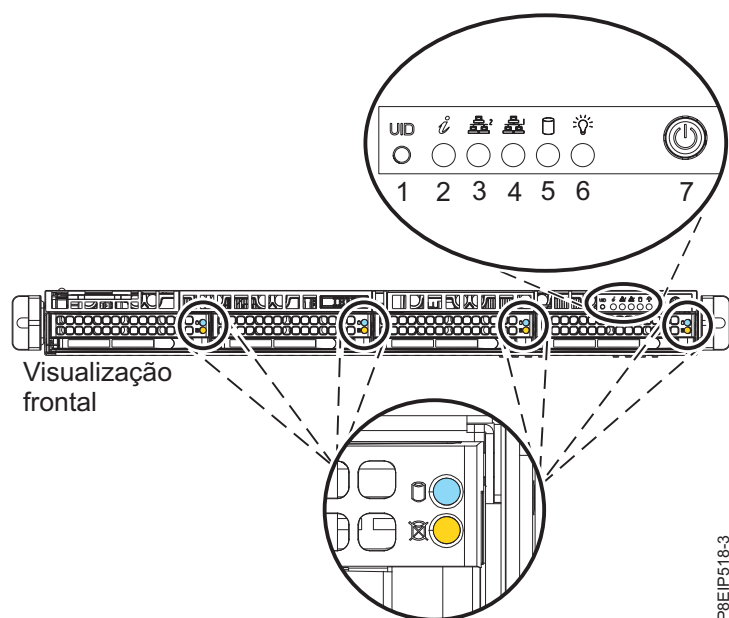
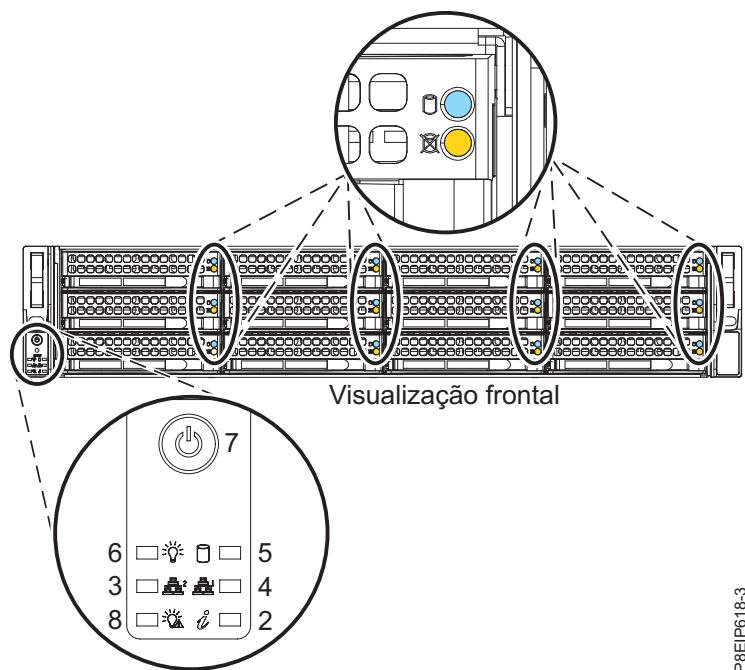

Figura 53. Comutador de energia para o 8001-12C
Figura 54. Comutador de energia para o 8001-22C
2. Pressione o botão power (7) mostrado na Figura 53 ou Figura 54 na página 87. Você pode ter que pressionar o comutador por 0,5 a 3 segundos.